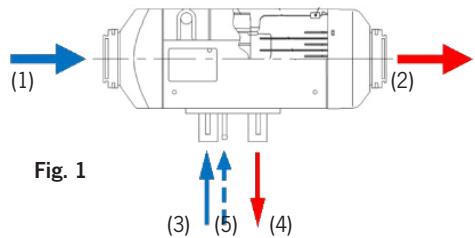
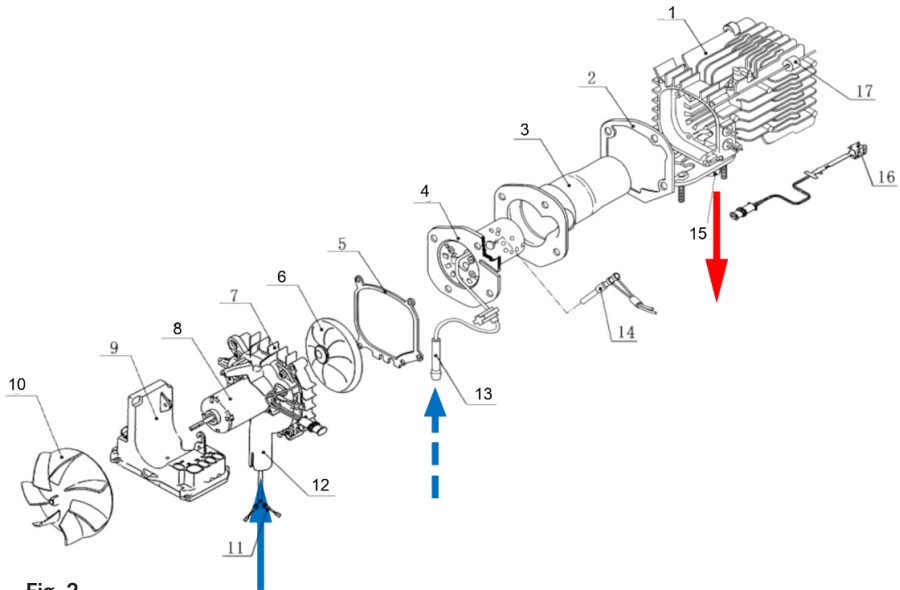
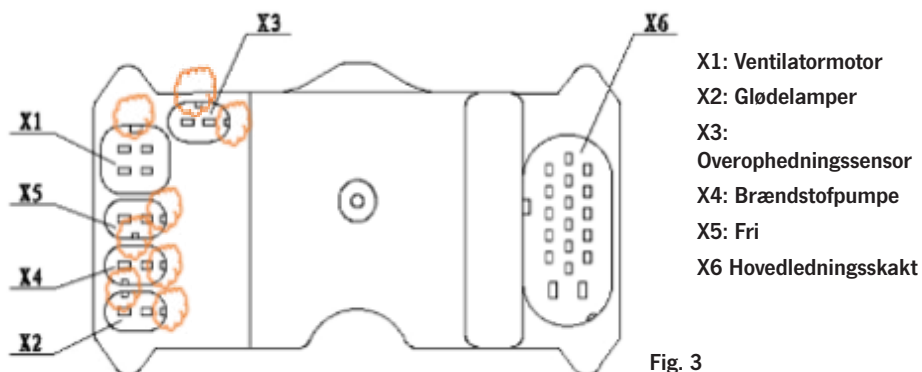

Fig. 1
Fig. 2
Fig. 3
Denne ovn består af en brænder [Side 12 Fig. 2 (4)] og et forbrændingskammer [Side 12 Fig. 2 (3)], som er placeret inde i en varmeveksler [Side 12 Fig. 2 (1)]
Kold luft suges ind i denne passage af pumpehjulet [Fig. 1 (1)] [Side 12 Fig. 2 (10)]. Efter at have passeret varmeveksleren blæses varm luft ud [Fig. 1 (2)].
Til forbrændingsprocessen skal varmelegemet forsynes med brændstof og frisk luft. Brændstoffet kommer ind i brænderen gennem brændselsrørets indgang [Fig. 1 (5)] [Side 12 Fig. 2 (13)] og antændes af gløderøret [Side 12 Fig. 2 (14)] efter forstøvning. Flammen trænger ind i spalten mellem brænderens vægge [side 12 fig. 2 (4)] og forbrændingskammeret [side 12 fig. 2 (3)] bagest i brænderen.
Forbrændingsluftens tilførsel sker via luftindtaget [Fig. 1 (3)] [Side 12 Fig. 2 (12)]. Den indvendige tilluftsventilator [Side 12 Fig. 2 (6/8)] tvinger luften ind i brænderen. Efter forbrændingen af luft- og fordampet brændselsblanding udledes udstødningsgassen gennem udstødningsgasstudsden [fig. 1 (4)] [Side 12 fig. 2 (15)].
Overophedningssensoren [Side 13 Fig.3 (X3)] er monteret på den bageste ydervæg af varmeveksleren [Side 12 Fig. 2 (16)]. Hvis temperaturen i aluminiumet bliver højere end en defineret øvre grænse, afbryder styringen brændstofpumpesløbet, og brændstofflørslen stoppes straks. Derefter slukkes for varmelegemet af hensyn til overophedningsbeskyttelsen.